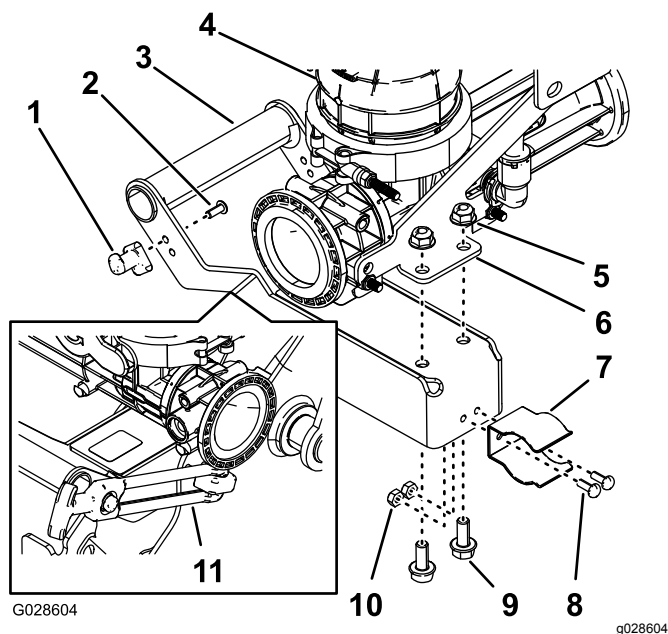

Рисунок 21
1. Присоедините стойку защелки к рукоятке эдуктора (Рисунок 21) с помощью двух винтов с внутренним шестигранником (№ 10-24 x 1/2 дюйма).